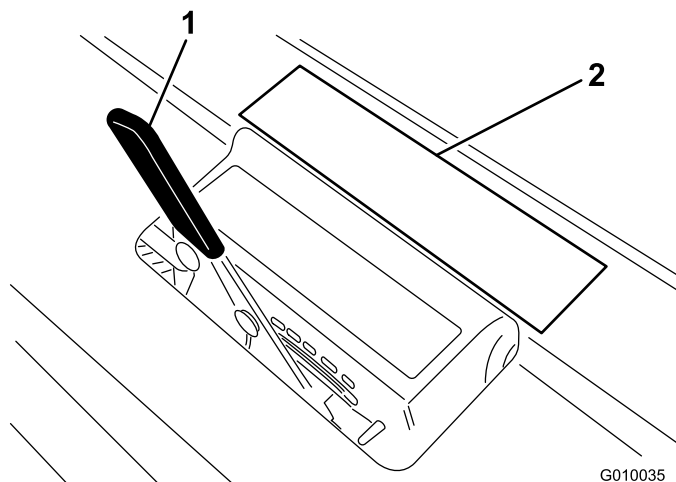

Figura 27
2. Coloque el taladro sobre la pegatina de profundidad de los taladros (Figura 27) con un extremo alineado con la profundidad de aireación deseada (ver la silueta del taladro en la pegatina).